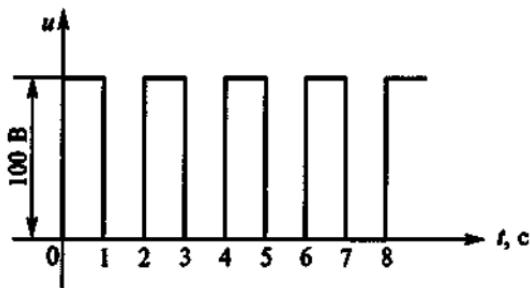

Рис. 152
4.21. Напряжение u в цепи на рис. 152, *a* изменяется в соответствии с графиком, показанным на рис. 152, *б*. Каким будет напряжение на конденсаторе в следующие моменты времени: $t_1 = 1$ с, $t_2 = 3$ с, $t_3 = 5$ с, $t_4 = 7$ с и $t_5 = \infty$, если сопротивление $R = 0,2$ мОм, емкость $C = 5$ мкФ, а диод D считать идеальным, т.е. сопротивление прямому току в нем равно нулю, а обратному — бесконечности. (Указать неправильный ответ.)